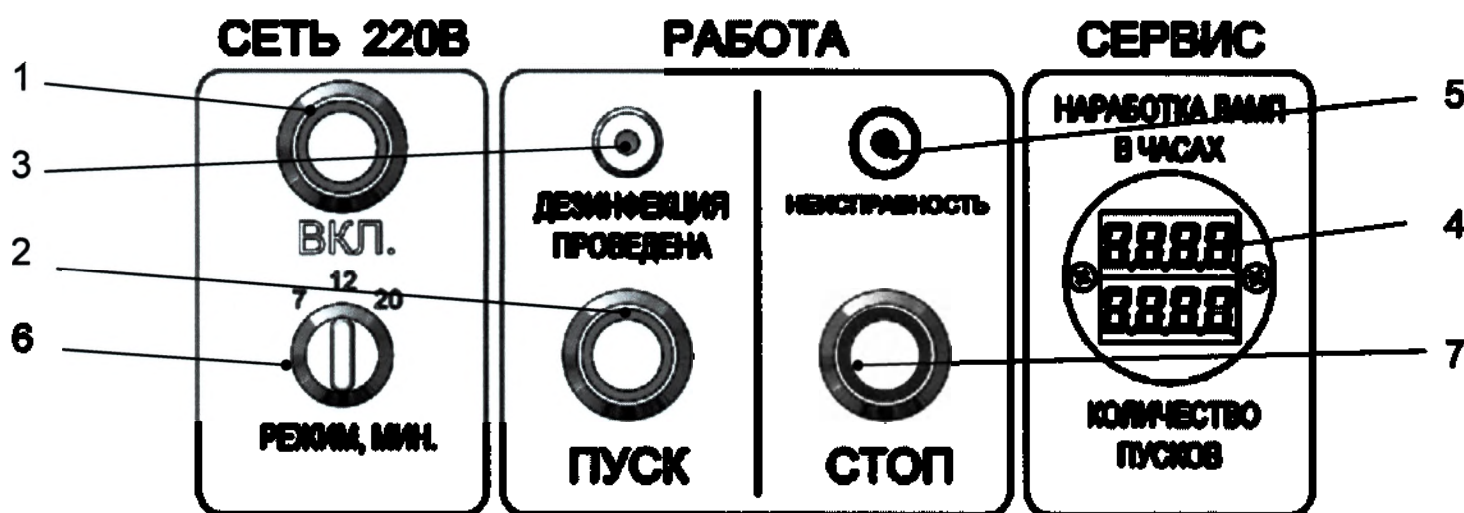

Рис.10 Панель управления
5.9 Панель управления (рис. 10) предназначена для: